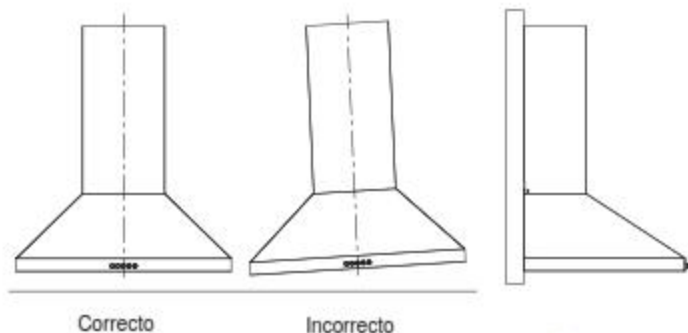

Fig. 1
- Asegúrese de que la placa de instalación esté colocada horizontalmente para evitar la acumulación de grasa en un extremo. Vea la Fig. 1.